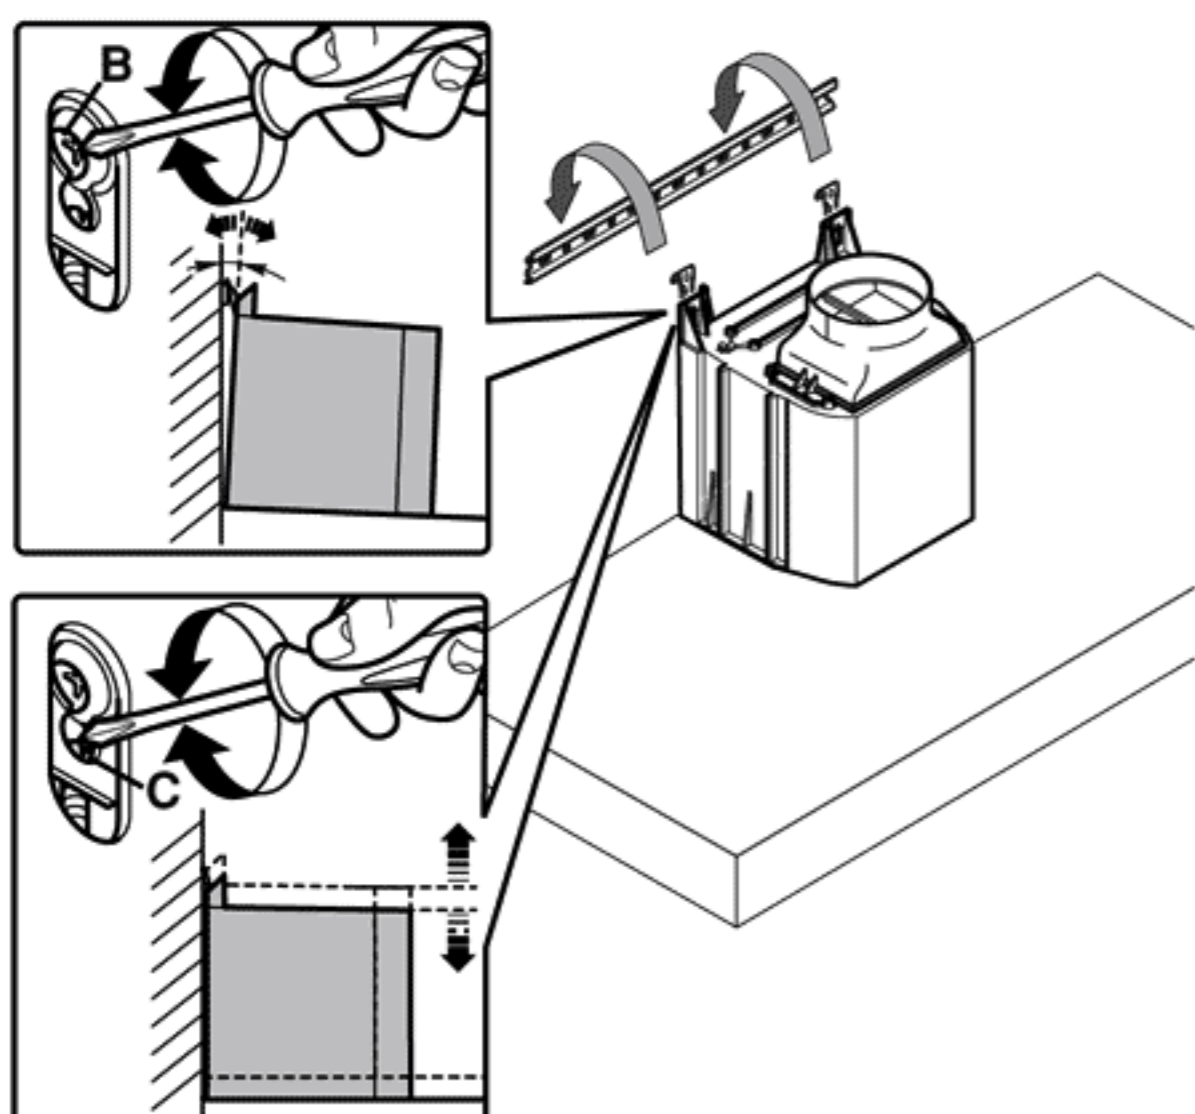

Рис.2
- Отрегулировать строго горизонтальное положение вытяжки с помощью винтов на держателях (рис. 2). Верхний винт (В) регулирует расстояние от стены, а нижний (С) – вертикальное смещение.